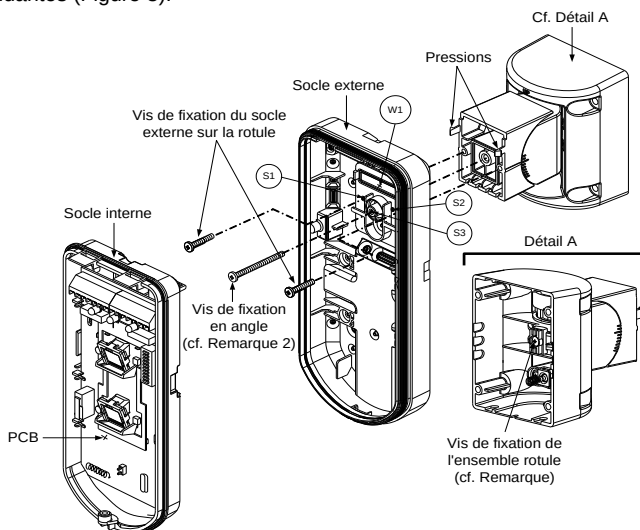

Figure 8
8. Fixez le socle externe à la rotule à l'aide de deux vis passant par les pastilles (pressions) correspondantes (Figure 8).
9. Fixez le socle externe à la rotule à l'aide de deux vis passant par les pastilles pré-percées S1 et S2 (Figure 8).
10. Introduisez la vis de fixation d'angle fournie en partant du socle externe et en passant par la pastille pré-percées S3 de la vis de fixation d'angle, située sur le socle externe, pour atteindre la rotule standard (Figure 8).
Lorsque les marques indiquées sur les pièces mobiles sont bien alignées (Figure 8), la rotule standard se trouve à 0° en position verticale/ horizontale. Chaque cran à partir de cette position correspond à une inclinaison verticale / horizontale de 5°.